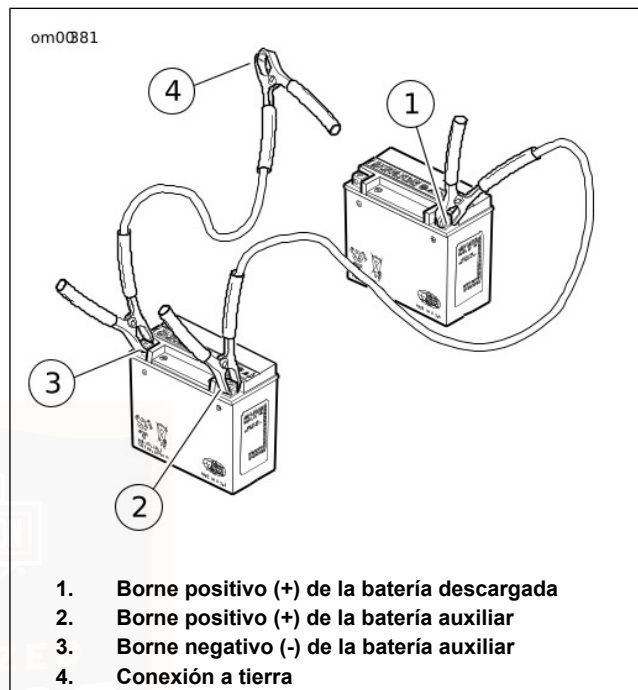

Figura 94. Conexiones de los cables de arranque en puente
1. Vea Figura 94. Conecte un extremo del cable de puente al borne positivo de la batería DESCARGADA (1).
2. Conecte el otro extremo del mismo cable al borne positivo de la batería AUXILIAR (2).